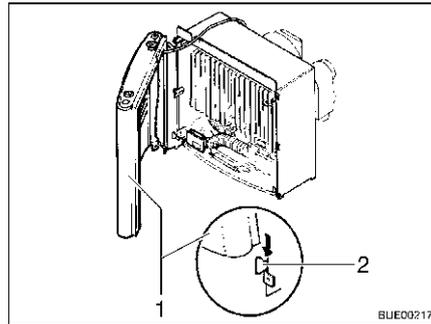

Fig. 138 Revestimiento de la calefacción, orejetas de sujeción
- Montar el revestimiento de la calefacción. Para ello situar el revestimiento (Fig. 138,1) en las orejetas de sujeción inferiores (Fig. 138,2).